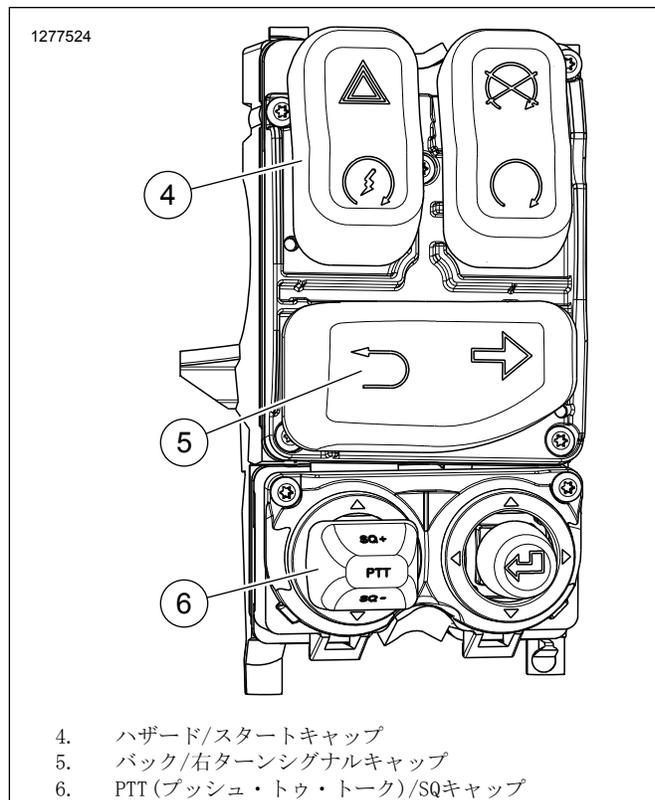

図7。2019年以降の右コントロールのスイッチキャップ交換後の様子
2. Touringモデル: 「図7」を参照してください。右ハンドコントロールモジュール(部品番号71500130C)を取り付けます。サービスマニュアルを参照してください。
- c. 「図7」を参照。新しいコントロールモジュールにバック/右ターンシグナルキャップ(5)を取り付けます。